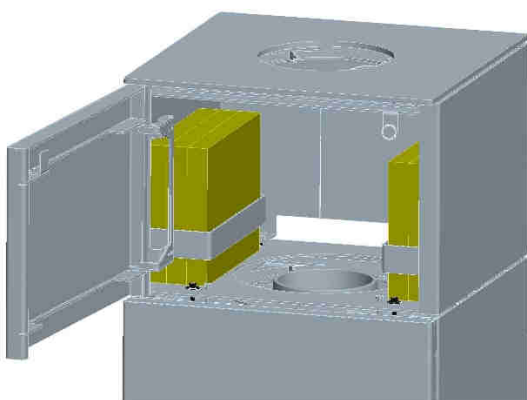

Abb. 21: Vordere Klappe öffnen
- Am Wärmespeicher-Modul die vordere Klappe öffnen (Magnetverschluss), (Abb. 21).